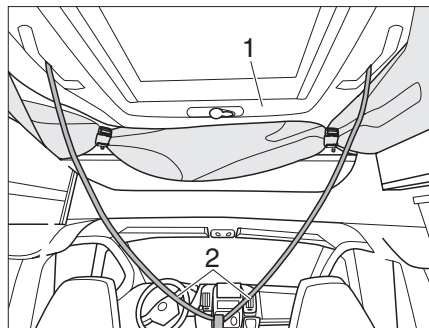

Fig. 58 Chiusura del tetto sollevabile
Il tetto sollevabile (Fig. 58,1) viene spinto verso l'alto dalle molle a gas.
- ▶ Tenere il tetto sollevabile afferrando le cinghie accessorie (Fig. 58,2) e portarlo verso l'alto in modo controllato, facendo resistenza contro la pressione delle molle a gas.
- ▶ Tirare verso il basso il tetto sollevabile (Fig. 58,1) con le cinghie ausiliarie (Fig. 582,) fissate alle due maniglie fino a quando il tetto sollevabile si ferma da solo.